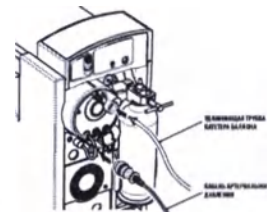

Рис. 22
- Подключите кабель артериального давления к входному разъему давления на задней панели помпы (см. рис. 22).